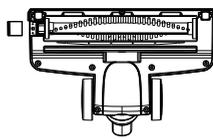

Figura 18
- Fare scorrere il ferma rullo verso destra (figura 18) per sbloccarlo.